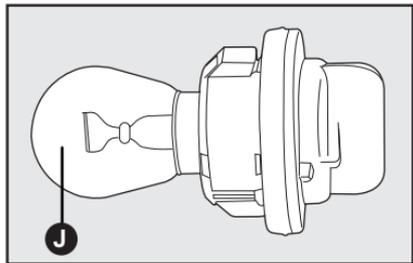

fig. 20
- Sacar la lámpara **J-fig. 20**, del portalámpara, presionándola y girándola en el sentido antihorario;